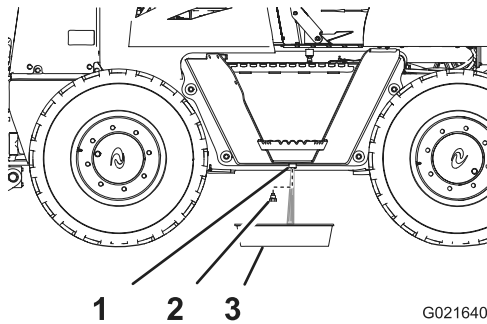

Figure 51
2. Dévissez le bouchon de vidange du réservoir de carburant et vidangez l'eau (Figure 51).
3. Lorsque le carburant qui s'écoule est propre, remettez le bouchon de vidange et serrez-le solidement (Figure 51).